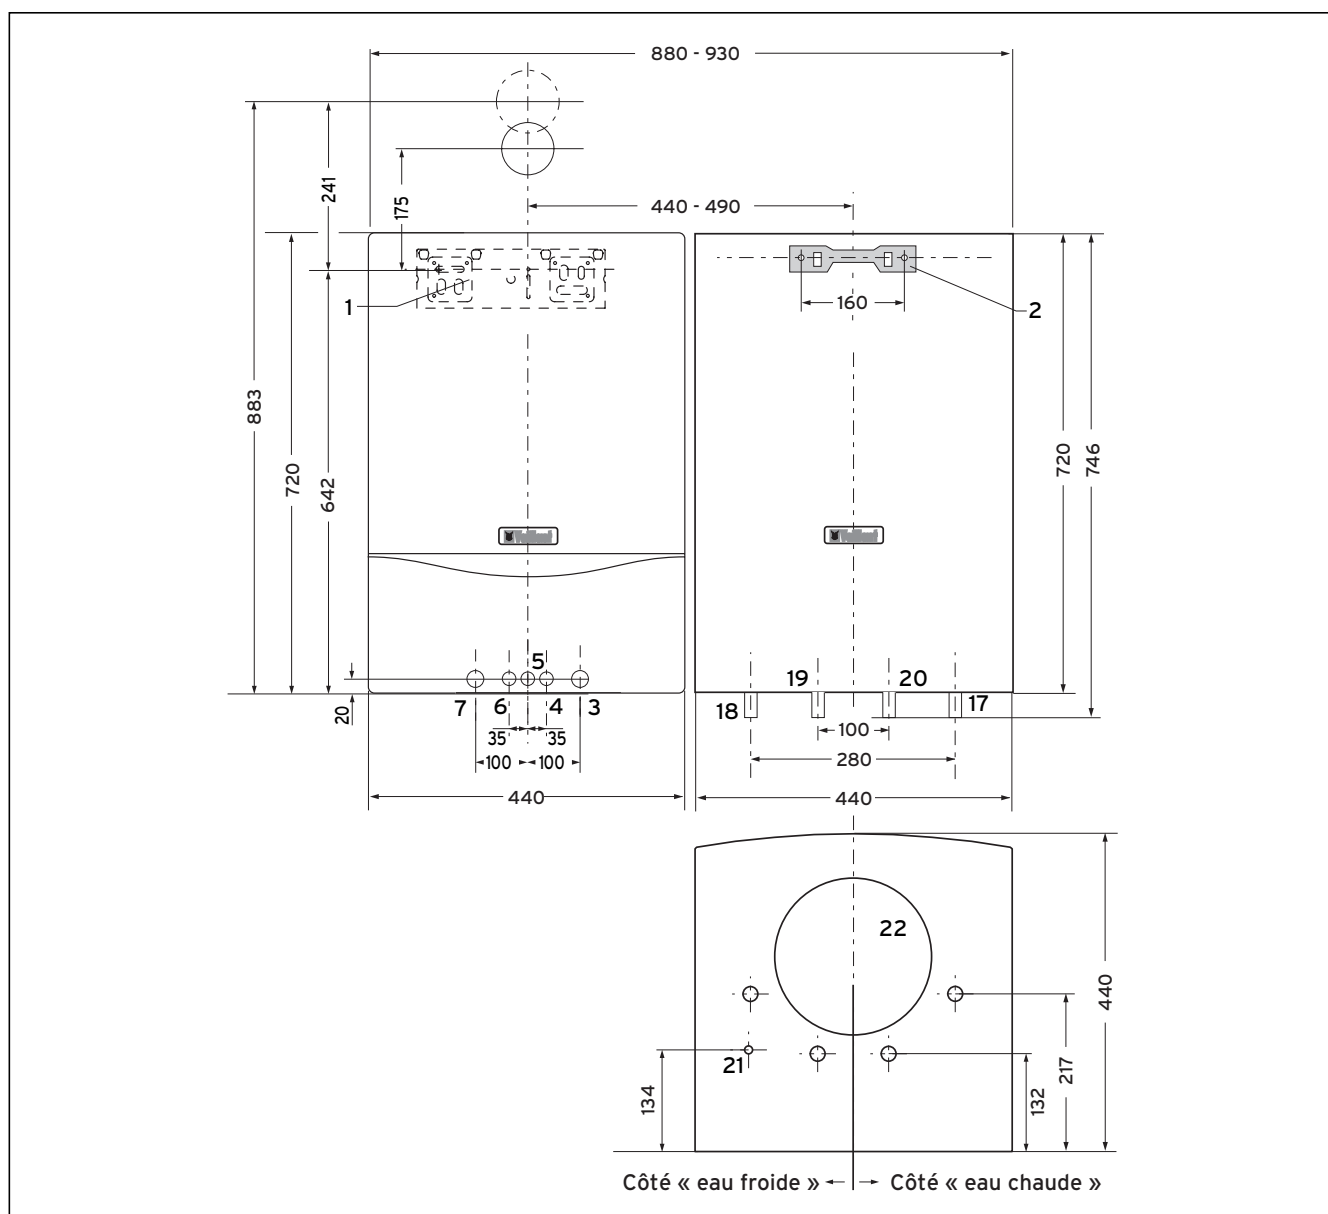

Fig. 4.2 Dimensions pour le montage à côté de l'appareil de chauffage
- Percez les trous pour la barrette d'accrochage conformément aux indications de la figure 4.2 (bords infé-
Veuillez tenir compte des côtés « eau chaude » et « eau froide » indiqués sur les fig. 4.2 et 4.3.